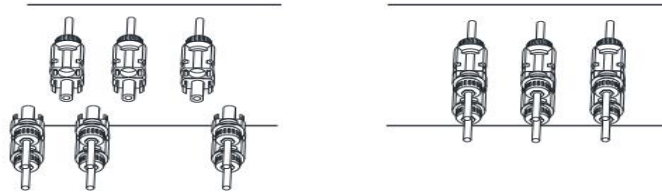

Abbildung 2.15 Der DC-Stecker wird in den positiven und negativen Eingang des Hybrid-Wechselrichters eingesteckt.
4. Stecken Sie schließlich den DC-Anschluss der Photovoltaikanlage in den positiven und negativen Eingang des Hybrid-Wechselrichters, wie in Abbildung 2.15 dargestellt.